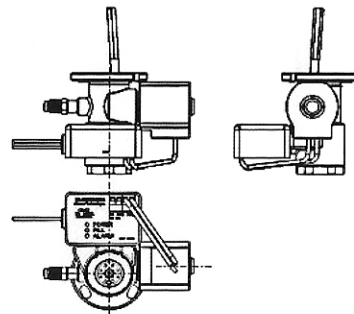

FIGURA 2
**Nota: Las unidades OMB usadas en compresores scroll requieren el uso de un tubo de inyección. Este tubo se suministra atado a la unidad, pero no instalado. Se lo debe atornillar a la parte trasera de la unidad, y ajustar manualmente más medio giro. Cuando esté correctamente instalado, el tubo estará a un pequeño ángulo en relación al OMB. Ver Figura 2 a continuación**